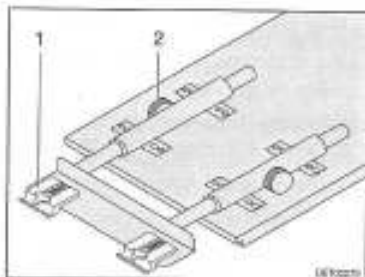

Fig. 61 Agrandir la table suspendue
- Desserrer les vis moletées (Fig. 61,2).
- Soulever légèrement le plateau de table à l'avant et l'extraire jusqu'à la butée. La rallonge de table (Fig. 61,1) est complètement sortie.
- Soulever légèrement le plateau de table à l'avant et le repousser jusqu'à la butée. La rallonge de table (Fig. 61,1) est complètement rentrée.